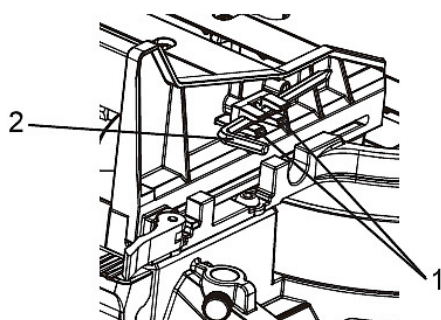

Abb. 13: Sägeblattsteckschlüssel
7.7 Sägeblattsteckschlüssel (Abb. 13)